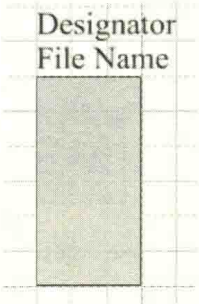

图 4-80 放置方块图
(1) 执行菜单命令“Place-Sheet Symbol”或者图标命令，激活放置图纸方块图命令，单击空白位置，移动光标，放置方块图，如图 4-80 所示。